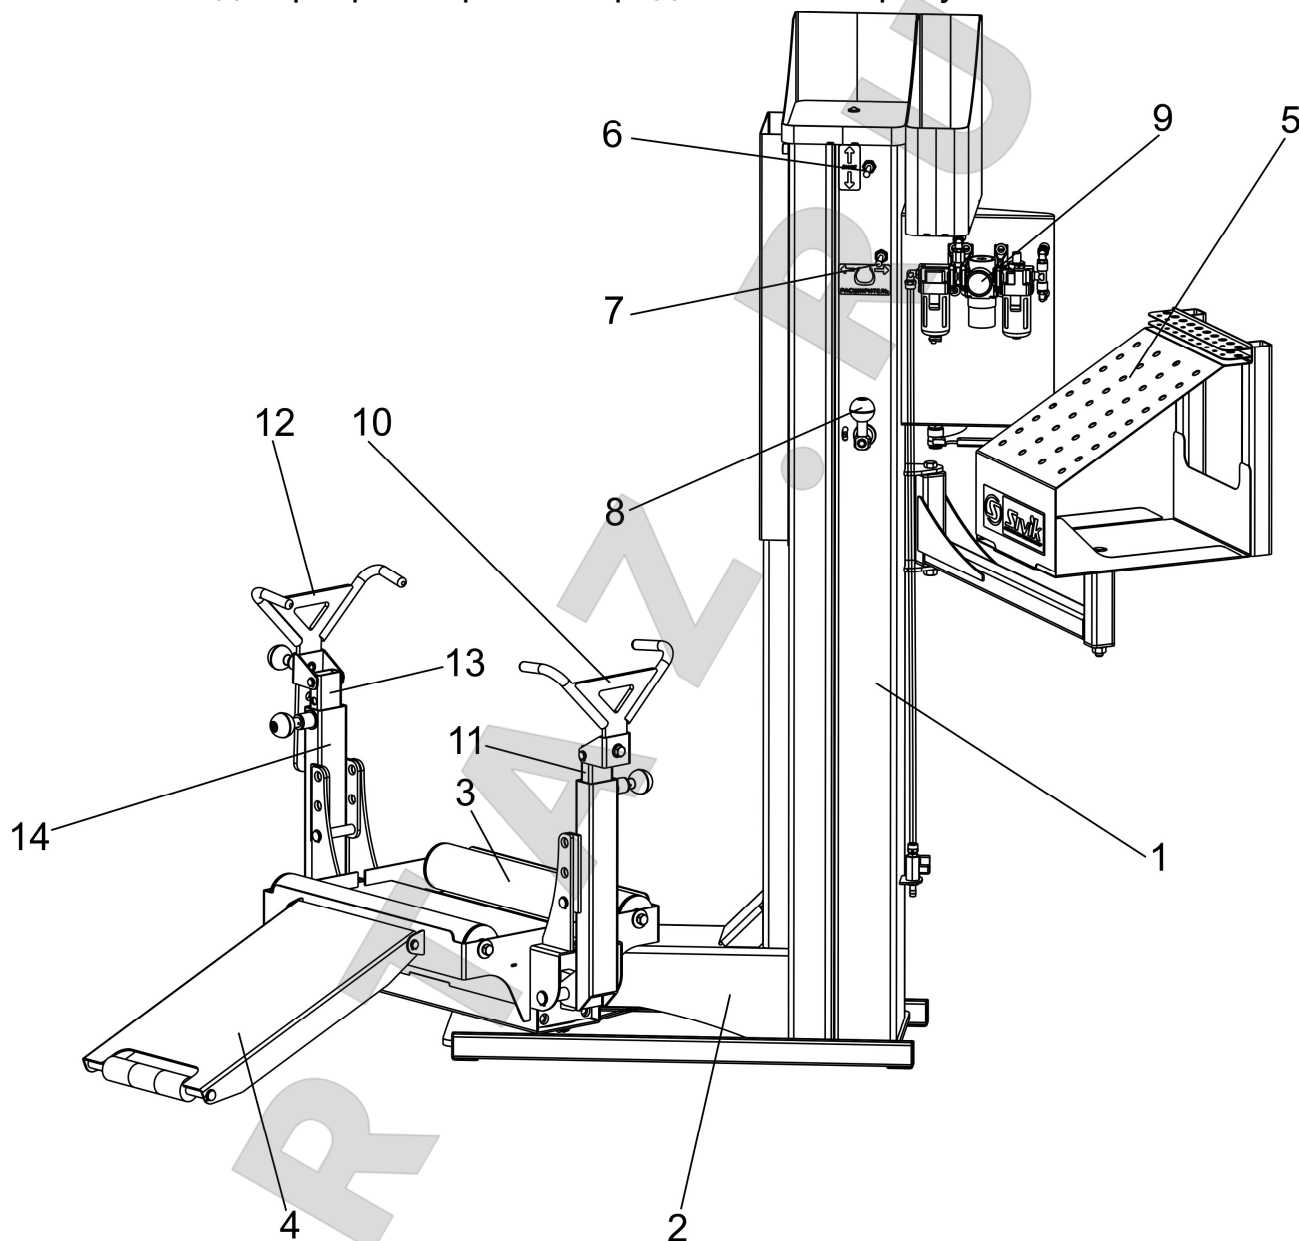

Рисунок 2
7.3 Каждые 3 - 4 дня проверять, чтобы при каждом втором или третьем нажатии на рычаг пневмораспределителя 7 (рисунок 2) капля масла падала в прозрачный стакан маслораспылителя. В противном случае, отрегулировать с помощью отвертки установочный винт маслораспылителя.